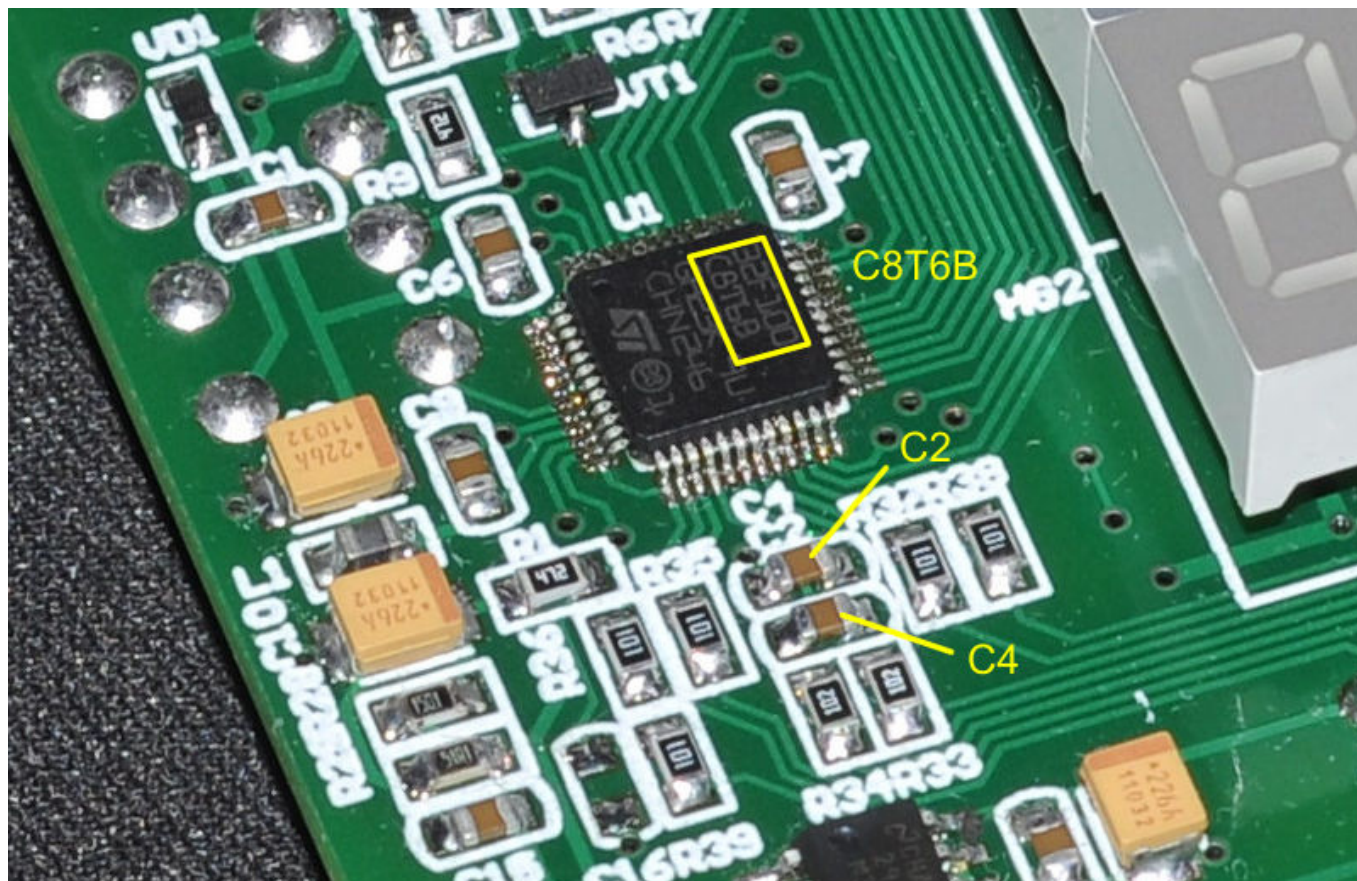

Рис. 2.
2. Процессор заменен на STM32F100C8T6BB (рис. 2).
3. Присутствовала ошибка АЦП на несколько единиц. Исправляется заменой на входе АЦП емкостей C2 и C4 на 220 пФ (рис. 2).